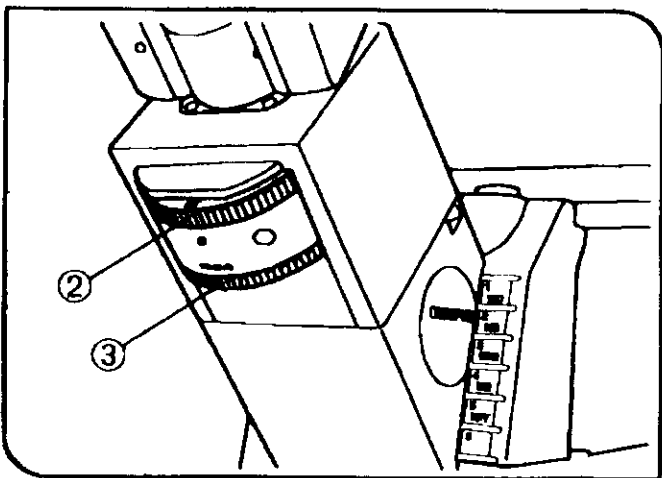

图 66
4. 使用 U-BI90CT 双目观察筒时，把 CT 选择环(2)转到“CT”位置，将 CT 透镜移进光路。(图 66)
5. 转动聚焦环(3) (或者，使用对中望远镜时，转动带花纹的突起部分) 对物镜外缘聚焦。(图 66)